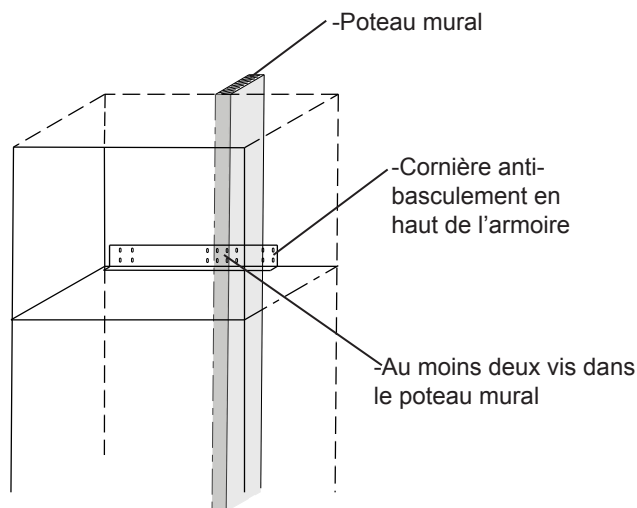

Figure 8
La cornière anti-basculement est fixée sur l'armoire et fait toute sa largeur. Localisez un poteau mural derrière l'armoire et fixez-y la cornière anti-basculement avec au moins deux (2) vis #8 x 1½ po fournies. Voyez la Figure 8.